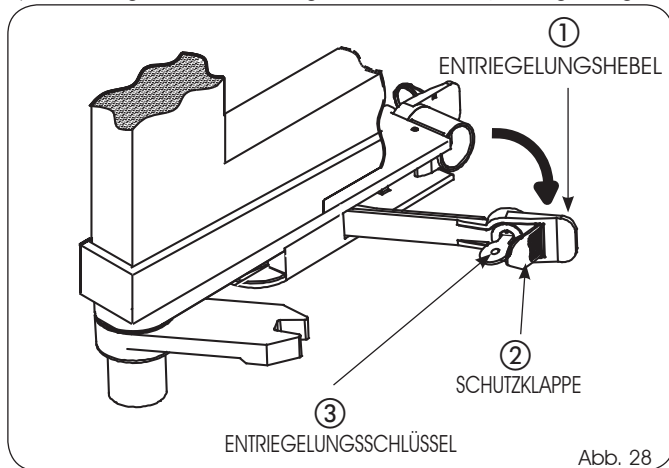

Abb. 28
1) Die Schutzklappe (Abb. 28, ②) öffnen.
2) Den Entriegelungsschlüssel in das Schloss stecken (Abb. 28, ③) und im Uhrzeigersinn bis zum Anschlag drehen.
3) Den Entriegelungshebel (Abb. 28, ①) zu sich hin ziehen.
- 2) Den Entriegelungsschlüssel in das Schloss stecken (Abb. 28, ③) und in die entgegengesetzte Richtung bis zum Anschlag drehen.